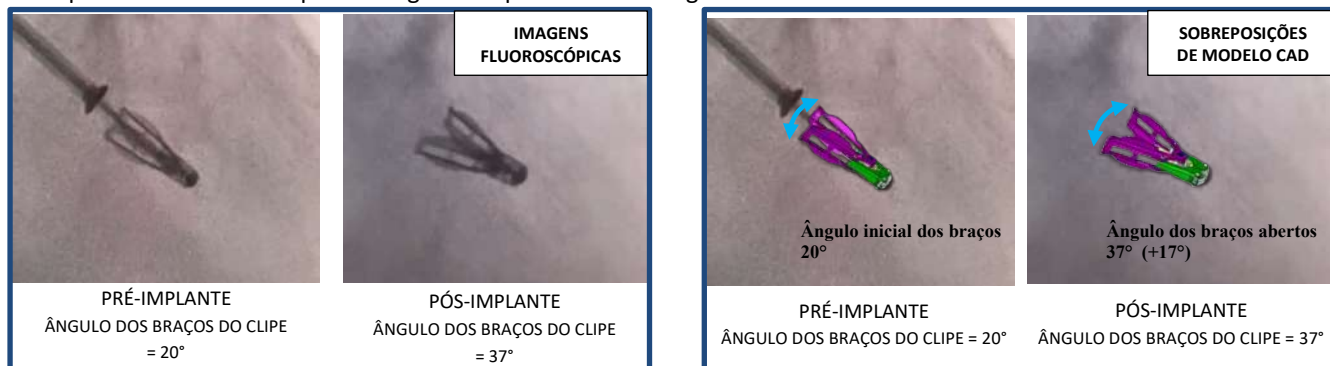

Figura 1: Imagem fluoroscópica de uma abertura do clipe enquanto bloqueado (COWL) no implante (lado esquerdo) com sobreposição de modelo CAD (lado direito)
- A COWL descreve quando o ângulo dos Braços do Clipe aumenta no pós implante. Nestes casos, os usuários observam um deslizamento do bloqueio, que resulta num ângulo dos braços superior a 10 graus em relação ao ângulo observado na implantação. Esta alteração do ângulo dos braços após o implante pode ser identificada através de fluoroscopia (ver exemplo no Anexo A, Figura 1).
Um exemplo de abertura do clipe até 17 graus é apresentado na Figura 1.